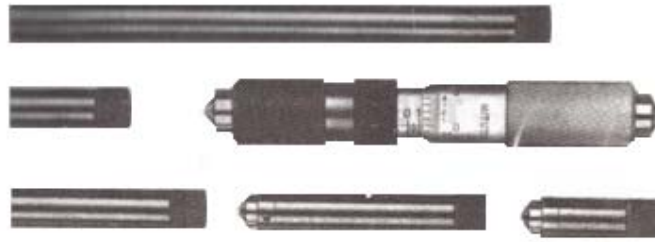

Figura 3.46 Tipo barra
B. Micrómetro de interiores tubulares tipo extensión (figura 3.46)